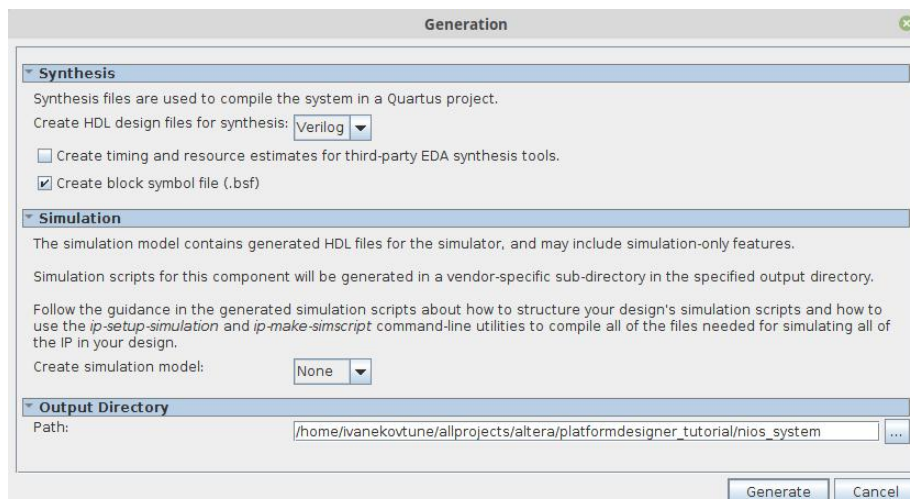

Рис. 19. Налаштування у вікні Generation
15. Далі оберіть команду **Generate** → **Generate HDL**. Для **Create simulation model** оберіть **None**. У цій роботі не буде виконуватися симуляція пристрою. Результати налаштувань відображені на рис. 19. Натисніть **Generate** та дочекайтеся сповіщення **Generate completed**.